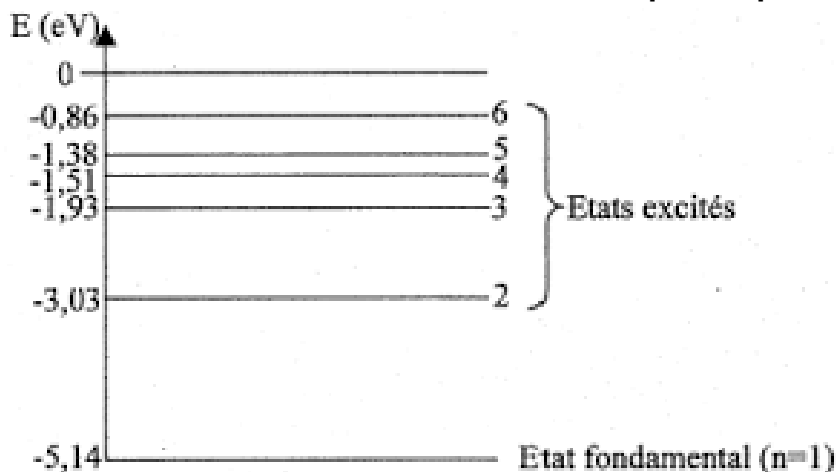

Figure 4 : Diagramme des niveaux d'énergie du sodium
11. Déterminer quelle transition entre niveaux d'énergie du sodium représentés figure 4 a lieu lors de l'émission de la raie jaune du sodium, de longueur d'onde  $\lambda = 589,0$  nm dans le vide.